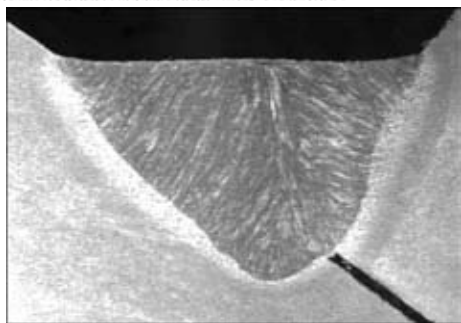

Рис. 1. Шлиф углового шва на продольной опоре двигателя, выполненного способом Time Twin за один проход
**Область применения.** Она определяется техническими характеристиками оборудования, формой разделки соединяемых кромок, чувствительностью свариваемых материалов к перегреву. Классические области применения способа Time Twin — производство транспортных средств, включая рельсовый подвижной состав, строительные машины и суда, производство аппаратов, судов, стальных конструкций, машин и оборудования. При этом обеспечивается сварка продольных швов в нижнем положении в лодочку, горизонтальных угловых швов в нижнем положении и швов внахлестку при V- и X-разделке, а также наплавка (рис. 1–3). Скорость сварки продольных швов на стали составляет до 250, а кольцевых — до 400 см/мин. Производительность наплавки — до 16 кг/ч. Алюминиевые материалы сваривают